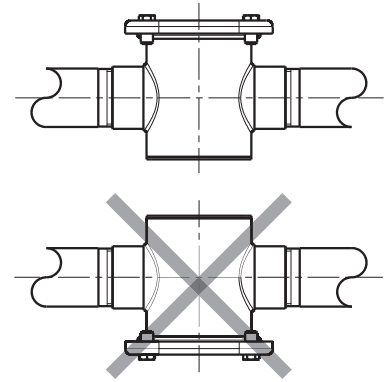

fig. 1
- Le clapet peut être installé horizontalement (Fig. 1) avec le couvercle d'étanchéité dirigé vers le haut, incliné avec une inclinaison maximale de 90°, mais jamais avec le couvercle vers le bas.